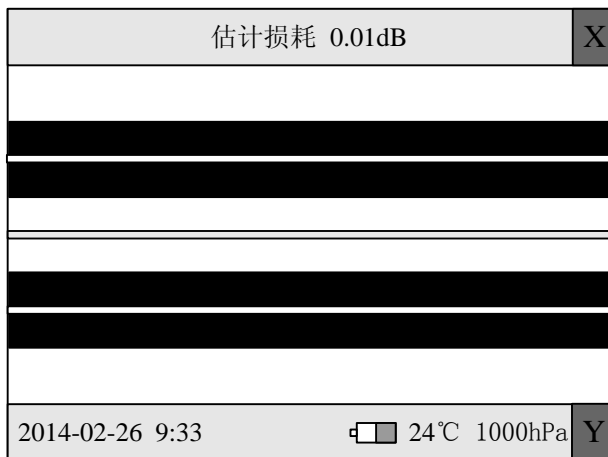

图 7-6 损耗估计界面
- 按  键，熔接机完成熔接，并估计接续损耗，如图 7-6、7-7 所示。
- 合上防尘罩，熔接机自动完成光纤清洁、间隙调整、调芯、熔接、估计损耗及张力试验等操作。最后的画面如图 7-6、7-7 所示。